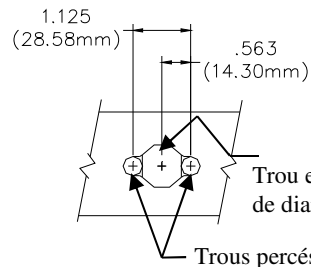

Figure 2
Voir la figure 2
4. Utiliser une perceuse 3/8 po et une lime pour modifier le trou le plus à l'avant de chaque longeron, comme illustré à la figure 2, pour faire passer les espaceurs et les boulons de carrosserie.